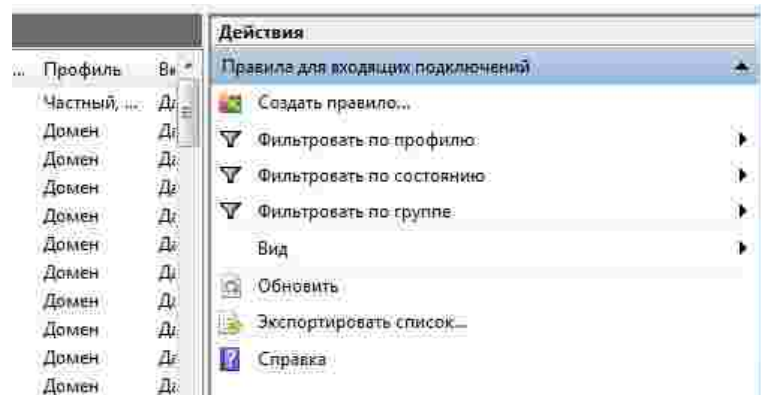

Рис. 49 Создание нового правила для работы брандмауэра
2. Создайте новое правило, см. Рис. 49.